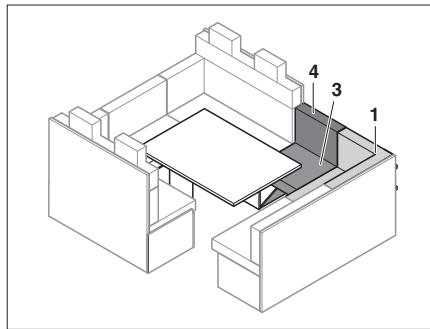

Bild 117 Nach dem Vergrößern
- Sitzpolster (Bild 117,1) wieder anbringen.